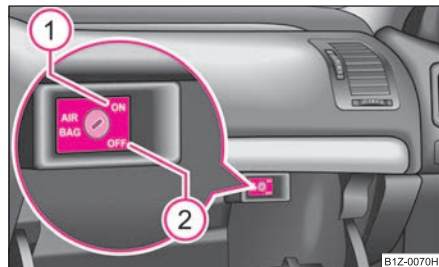

Fig. 172 Compartimento guardabultos: Conmutador para airbag frontal del acompañante
- Gire con la llave la ranura del conmutador del airbag a la posición **(OFF)** ⇒ fig. 172.
- Gire con la llave la ranura del conmutador del airbag a la posición **(ON)** ⇒ fig. 172.